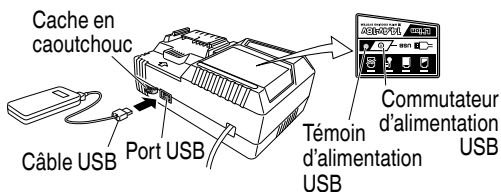

Fig.10
- (2) Mettez le commutateur d'alimentation USB sur marche (Fig. 10)
- (3) Connectez le câble USB. (Fig. 10)
- (4) Lorsque la charge est terminée
- Mettez le commutateur d'alimentation USB sur arrêt et débranchez le câble d'alimentation de la prise électrique. (Fig. 10)